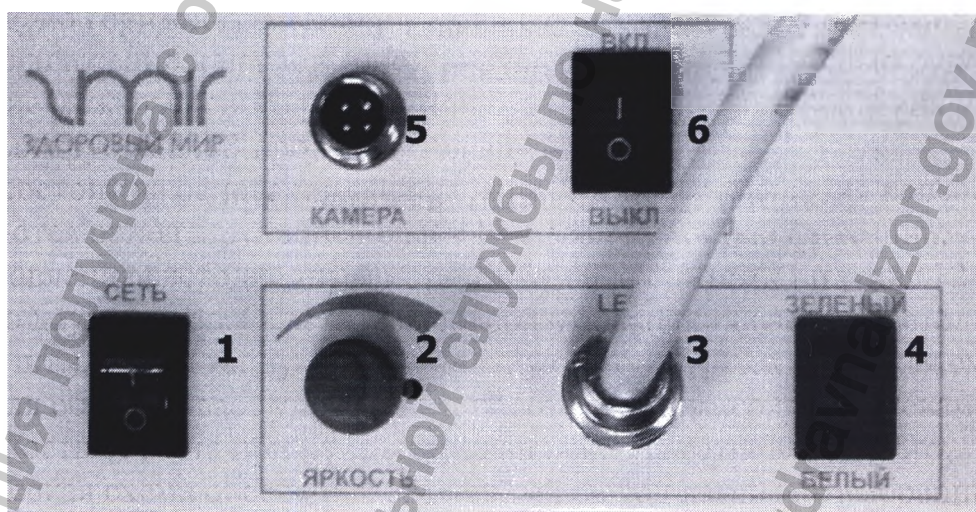

Рис.2
Блок управления светодиодным источником (рис. 2) встроен в штатив. Осветитель содержит источник света - светодиодную лампу (2 шт.), рассчитанную на длительную работу. Электрическая схема осветителя обеспечивает управление, работой лампы, сохраняя неизменной освещенность объекта при изменении напряжения сети. Кроме того, электрическая схема обеспечивает плавный выход лампы на выбранный режим работы, что увеличивает ее срок службы.
- Вращая рукоятку 2 (рис.2), находящуюся на блоке управления светодиодами 9 отрегулируйте яркость света;
- Для просмотра сосудистого рисунка включите зеленый фильтр переключателем 4 (рис.2), находящимся на блоке управления светодиодами 9.